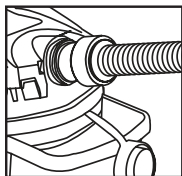

FIGURE 32
51. Cet aspirateur se transforme en un puissant souffleur. Pour utiliser la fonction souffleur, dévissez le couvercle de l'orifice souffleur situé sur la face arrière du carter du moteur **FIGURE 32**.